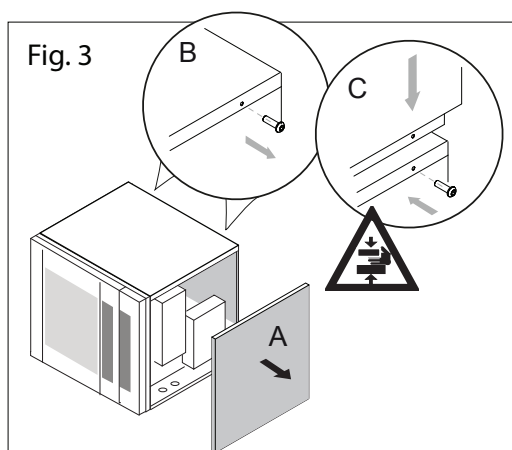

Fig. 3
Rimuovere dall'apparecchiatura del forno il pannello laterale destro e le due viti di fissaggio della parete posteriore (Fig. 3/A e 3/B).
1. Allineare i fori di fissaggio della cappa con i fori di fissaggio della parete posteriore del forno. Riavvitare le viti per fissare la cappa al forno (Fig. 3/C).